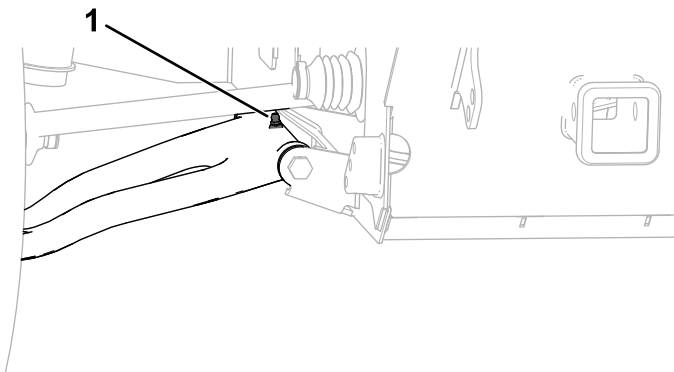

Figure 54
- **Pivots de bras de commande avant (2) ;** voir Figure 54